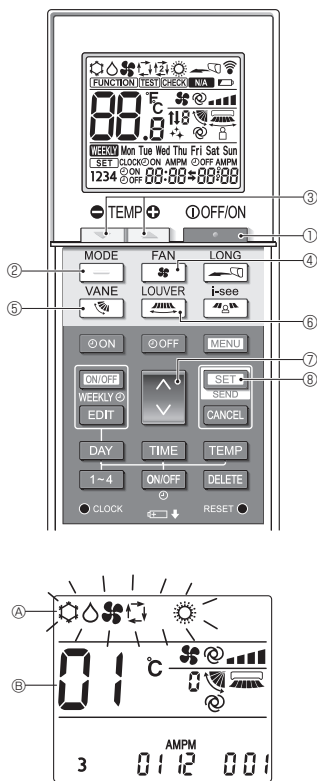

Fig. 3-3
1. Druk op de toets ① om de airconditioner te stoppen.
2. Druk 5 seconden lang op de toets **SET** ⑧. Het scherm voor het instellen van het model wordt weergegeven.
3. Druk op de toets ②. Bedrijfsstand **A** knippert. (Fig. 3-3)
4. Druk op de toets ⑦ om het instellingsnummer te wijzigen.